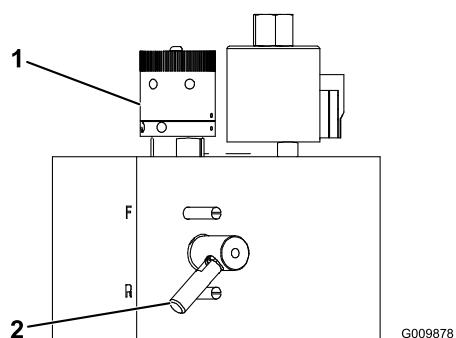

Bild 64
3. Drehen Sie das Läppen-Handrad am Ventilblock (Bild 64) nach rechts auf die Läppen-Stellung. Drehen Sie dann das Handrad für die Spindeldrehzahl (Bild 64) auf Stellung 1.